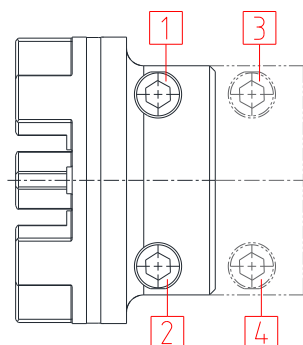

Figura 14: aperto dos parafusos
- Fixe os cubos de aperto DH, apertando os parafusos de aperto alternadamente em cada lado em etapas (ver figura 14). Comece com 1/3 na primeira fase, 2/3 na segunda fase e o binário de aperto total na última fase. Os parafusos devem ser apertados com uma chave dinamométrica apropriada, para os binários de aperto T_A indicados na tabela 3. Por fim apertar todos os parafusos até atingir o binário de aperto total para todos os parafusos.